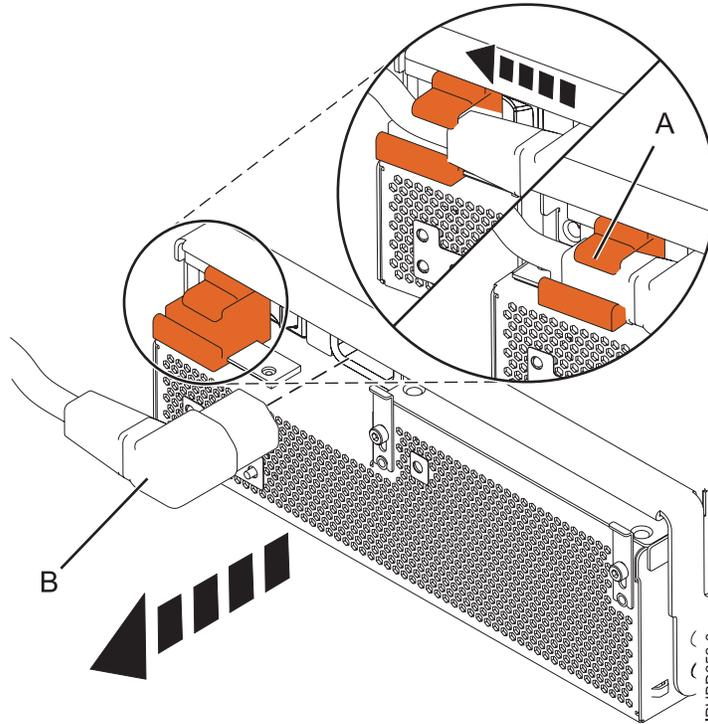

Figura 58. Desconexión del cable de alimentación de la parte frontal de una unidad de expansión
8. En la fuente de alimentación que desea extraer, deslice la pieza de sujeción de retención del cable hasta la posición de abierto (**A**) y luego desconecte el cable de alimentación (**B**), como se muestra en la Figura 58 en la página 75. Al mover la abrazadera hasta la posición de apertura, se apaga la fuente de alimentación.